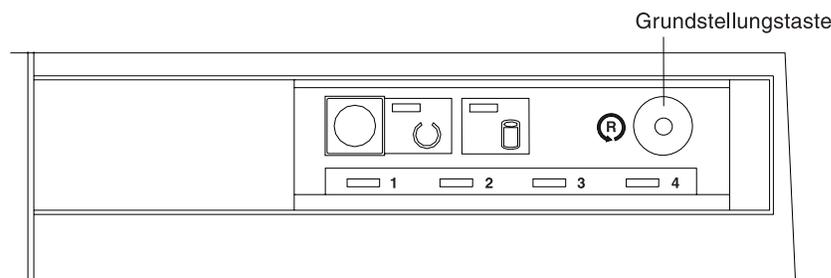

Abbildung 2. Position der Grundstellungstaste für IBM 4693
- Die Grundstellungstaste (Speicherauszug) des Systems wie in Abb. 2 auf Seite 369 dargestellt drücken. (Möglicherweise befindet sich an der IBM 4694 keine Grundstellungstaste.)
- Die in Abb. 2 auf Seite 369 abgebildete Grundstellungstaste drücken.